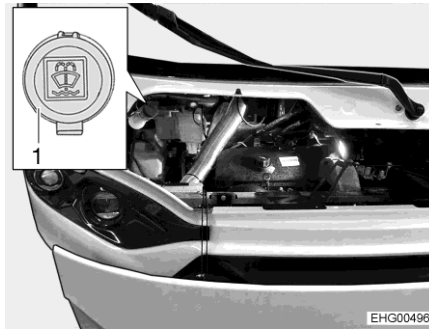

Fig. 13 Tubo de llenado (agua limpia-lavaparabrisas)
- Abrir la tapa (Fig. 13,1) en el tubo de llenado del depósito de agua para lavar.